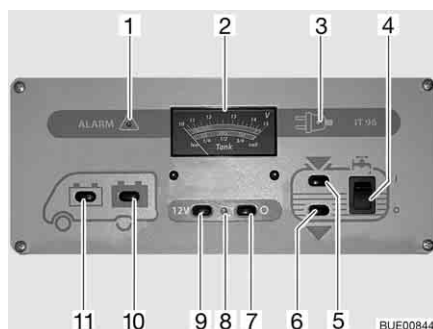

Fig. 88 Pannello di controllo IT 96-2
L'interruttore principale a 12 V (Fig. 88,7 e 9) inserisce o disinserisce il pannello di controllo e l'alimentazione a 12 V dell'abitacolo.
**Accensione:** ■ Premere l'interruttore (Fig. 88,9) "12 V": L'alimentazione a 12 V dell'abitacolo è inserita. La spia di controllo (Fig. 88,8) diventa verde.
**Spegnimento:** ■ Premere l'interruttore (Fig. 88,7) "O": L'alimentazione a 12 V dell'abitacolo è disinserita. La spia di controllo (Fig. 88,8) si spegne.
Per l'indicatore volt/serbatoio (Fig. 88,2) leggere la scala superiore. L'indicatore si illumina automaticamente appena viene premuto un interruttore.
- Premere l'interruttore (Fig. 88,11) "🔌": Viene indicata la tensione della batteria di avviamento.
- Premere l'interruttore (Fig. 88,10) "🔌": Viene indicata la tensione della batteria dell'abitacolo.
Per l'indicatore volt/serbatoio (Fig. 88,2) leggere la scala inferiore. L'indicatore si illumina automaticamente appena viene premuto un interruttore.
- Premere l'interruttore (Fig. 88,5) "": Viene indicato il livello del serbatoio dell'acqua.
- Premere l'interruttore (Fig. 88,6) "": Viene indicato il livello del serbatoio delle acque grigie.
- Premere in alto l'interruttore a bilico (Fig. 88,4) "I": L'alimentazione idrica è accesa.
- Premere l'interruttore a bilico in basso (Fig. 88,4) "O": L'alimentazione idrica è spenta.
La spia luminosa rossa "ALARM" (Fig. 88,1) inizia a lampeggiare non appena la tensione della batteria dell'abitacolo scende al di sotto di 11 V (misurazione durante il normale esercizio) con conseguente rischio che la batteria si scarichi troppo.
La spia di controllo a 12 V (Fig. 88,8) si accende non appena l'interruttore principale a 12 V (Fig. 88,9) viene inserito.
La spia gialla di controllo a 230 V (Fig. 88,3) si accende quando all'ingresso della centralina elettrica è presente una tensione di rete.